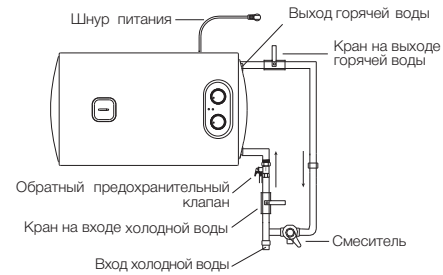

Рис. 5
1. Электрический водонагреватель следует устанавливать на твердую вертикальную поверхность (стену). Установка водонагревателей Magnum (Slim) Unifix существенно облегчается возможностью установить их как вертикально, так и горизонтально в любом месте вашего дома, в отапливаемом (!) помещении. Желательно установить водонагреватель как можно ближе к месту использования горячей воды, поскольку чем меньше длина труб, тем меньше потери тепла. Как показано на рис. 5, при горизонтальной установке водонагревателя трубы подводки должны быть расположены справа. При установке водонагревателя рядом со стеной, оставьте рекомендованное свободное пространство для технического обслуживания.